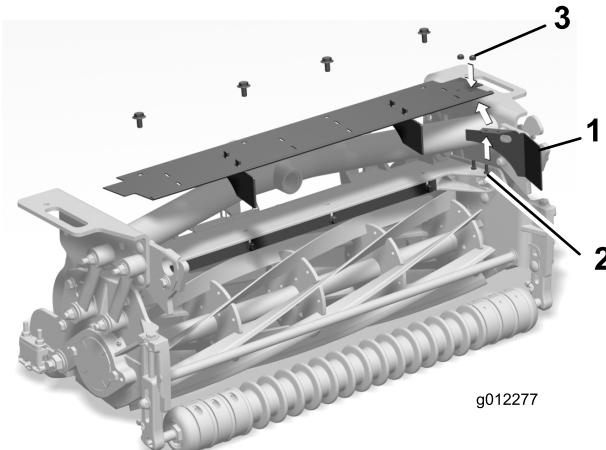

Figure 10
2. Montez le nouvel élément déflecteur à l'extrémité gauche du déflecteur d'herbe au moyen de 2 vis (10-24 x $1\frac{1}{2}$ ") et écrous (10-24"), comme montré à la Figure 10.